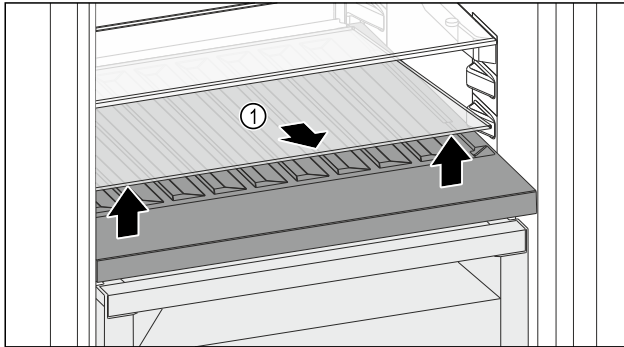

Fig. 124
- Glasplatte Fig. 124 (1) an der Aussparung vorne anheben und herausnehmen.
- Glasplatte Fig. 124 (1) außerhalb des Geräts sicher aufbewahren.